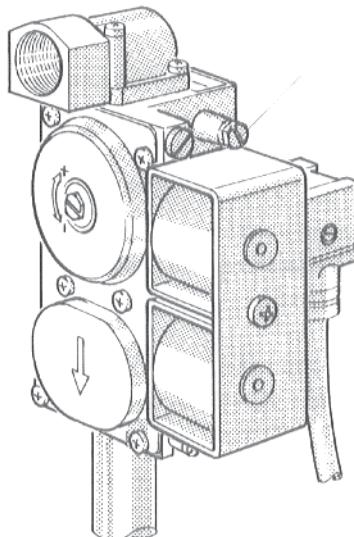

Рис. 31: арматура газовой горелки "SIT" 830 Tandem
- Ослабить запорный винт контрольного ниппеля, для присоединительного давления у арматуры газовой горелки (рис. 31 по 33), отвинтив его на два оборота; у "SIT" 830 Tandem устраниТЬ запорный винт.